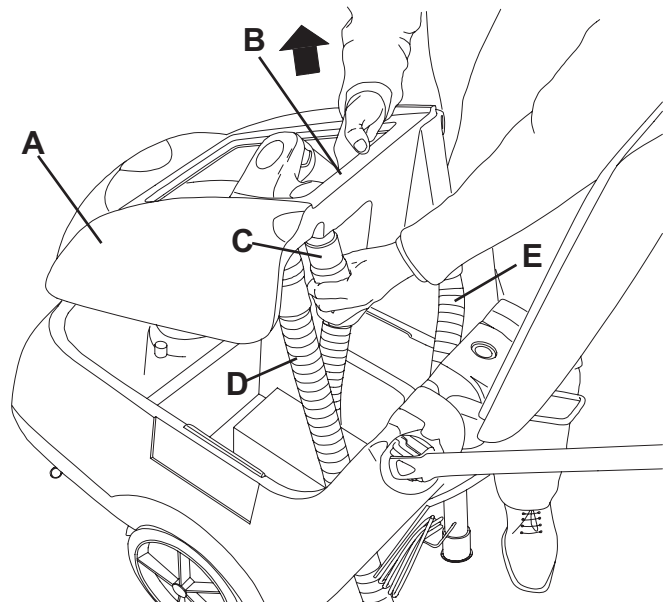

Afbeelding 1
1. Controleer of de accustekker (29) is ontkoppeld, indien aanwezig.
3. Draai de schroeven los (A, Afb. 1) en verwijder voorzichtig de afdekking (B) van het kastje met de elektrische onderdelen.
4. Breng de minischakelaar (C) in de stand WET.